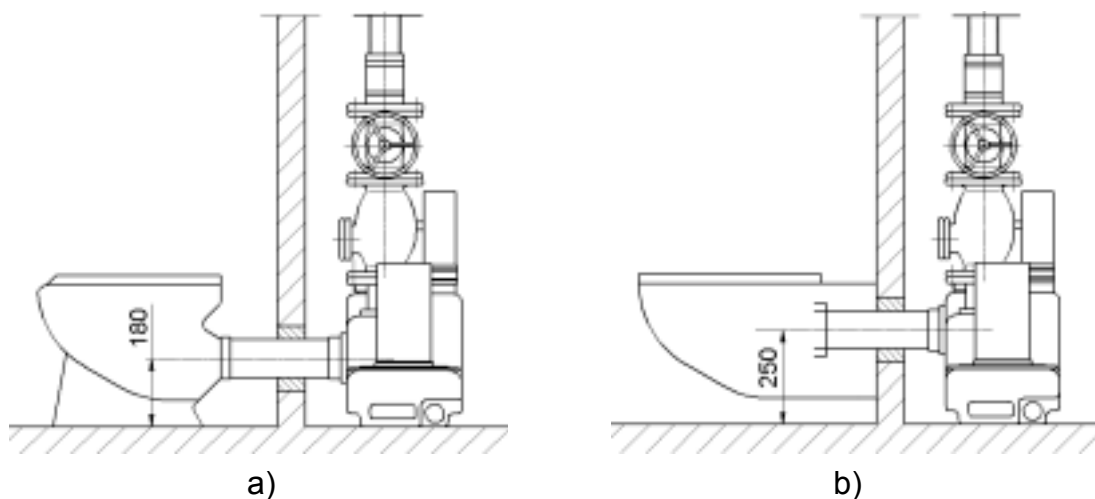

Рис. 6
- **Отверстие для подводящего трубопровода Ду 100** может быть вырезано, по выбору, на двух боковых сторонах и/или на задней стороне бака. Центр отверстия расположен на высоте 180/250 мм от основания установки, что позволяет монтировать ее прямо к стоячему/висячему унитазу. Минимальная высота составляет 135 мм. Стандартная высота для стоячего унитаза составляет 180 мм, для навесного на стену унитаза – 250 мм (см. рис.6).